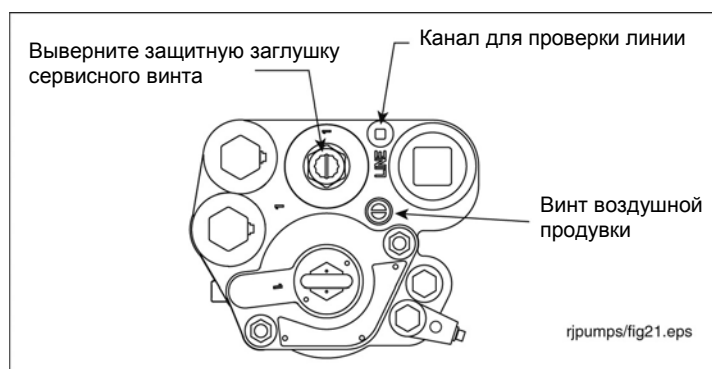

Рисунок 24. Местоположения сервисного винта, канала проверки линии и винта воздушной продувки
3. Выверните заглушку канала проверки линии (см. рисунок 24). Подайте в канал проверки линии испытательное давление (максимум 50 фунтов на кв. дюйм [345 кПа]).
6. Поверните винт воздушной продувки на 2–3 оборота против часовой стрелки (см. рисунок 24).
1. Снимите и отложите защитную заглушку сервисного винта и поверните его по часовой стрелке (см. рисунок 24). Когда винт приблизится к нижнему положению, начнется сброс давления из системы (это можно определить на слух). Продолжайте вращать винт до упора.
5. Поверните винт воздушной продувки на 2–3 оборота против часовой стрелки (см. рисунок 24).